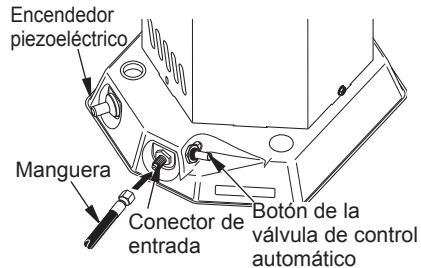

Figura 3. Ubicación del conector de entrada y de la manguera, del botón de la válvula de control automático y del botón del encendedor piezoeléctrico
2. Conecte la manguera a la entrada del conector (consulte la figura 3). Apriete firmemente usando una llave.
5. Presione y mantenga presionado el botón de la válvula de control automático (consulte la figura 3). Presione y suelte el botón encendedor piezoeléctrico. Continúe presionando el botón del encendedor piezoeléctrico hasta que se encienda el quemador. Mantenga presionada la perilla durante un máximo de 10 segundos mientras se intenta la ignición. Si el calentador no enciende, suelte la perilla de control y espere 30 segundos. Repita el paso 5 para encender el calentador. **Nota:** Mantenga las manos y la cara alejados de la salida (alrededor de la parte superior de la cubierta) del calentador mientras intenta encenderlo. Después de la ignición, mantenga presionada la perilla de control durante 30 segundos aproximadamente. Esto activará el sistema de control automático.